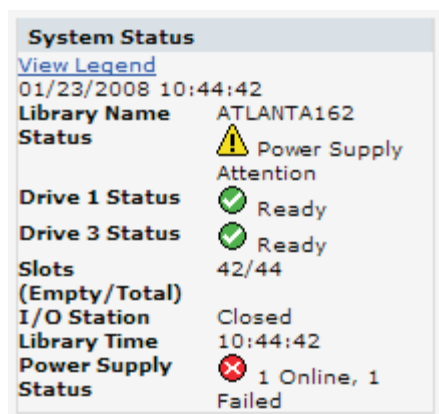

Figure 13. Ecran Etat du système de la bandothèque 4U présentant la panne d'un bloc d'alimentation
- L'état du bloc d'alimentation n'apparaît que si vous utilisez un système d'alimentation de secours avec une bandothèque 4U et si cette dernière a été fabriquée après le 14 mars 2008. Si le bloc d'alimentation de secours tombe en panne, l'écran Etat du système s'affiche, comme indiqué dans la figure 13.